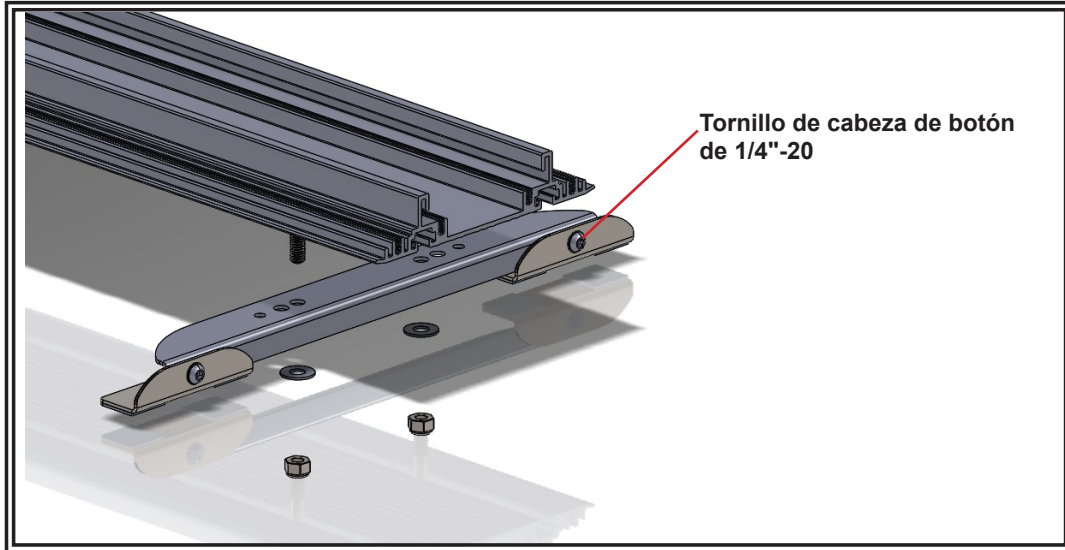

Figura 1
2. Fije el montaje en la barra luminosa con los accesorios suministrados con la barra luminosa, asegúrese de que los pernos utilizados no se extiendan más de 19,1 mm (3/4"). No apriete la tornillería; permita que el montaje se deslice a lo largo de los canales de la extrusión de la barra luminosa. Coloque todo el conjunto en el techo del vehículo y determine la ubicación óptima (consulte el paso 1). Apriete la tornillería que conecta el montaje a la barra luminosa. Consulte la Figura 1.